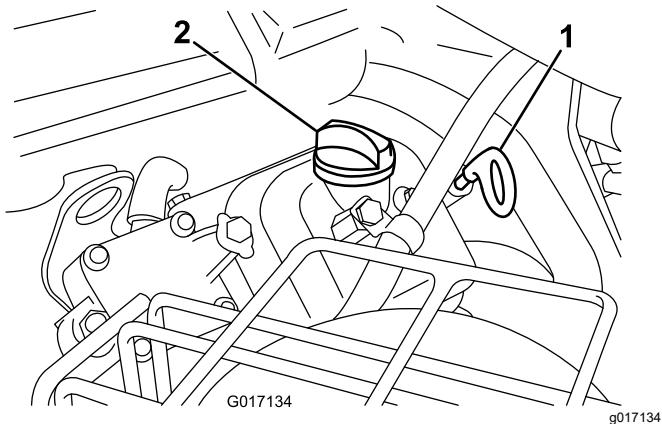

図 41
- 補給口にディップスティックを差し込んでねじ部を最後まで締めこむ図 41。